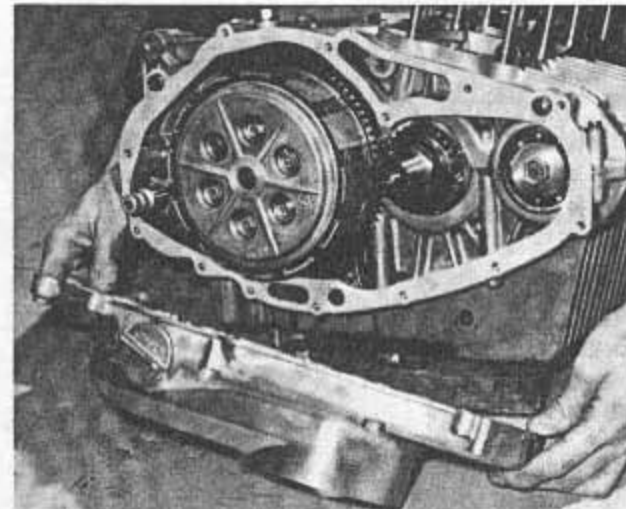
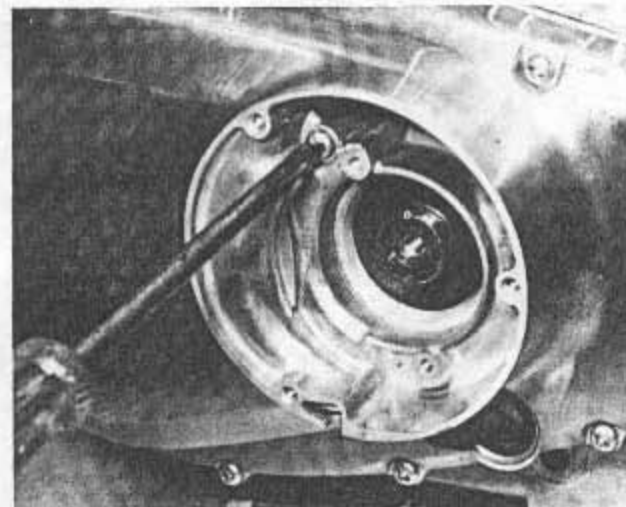

Bild 125
Bild 126
- Nun kann der rechte Gehäusedeckel angebaut werden. Dichtlippen des Kickstarterwellendicht-ringes und des Kurbelwellendichtringes einölen, die Zahnräder des Primäranstriebs reichlich mit Öl versehen und eine neue Dichtung auf die Dichtfläche auflegen (Bild 125). Deckel auf die Passhül-sen aufschieben, Schrauben eindrehen und übers Kreuz gleichmässig festziehen, um Verzug zu vermeiden. Man vergesse die einzelne Schraube nicht, welche im Unterbrechergehäuse sitzt (Bild 126).